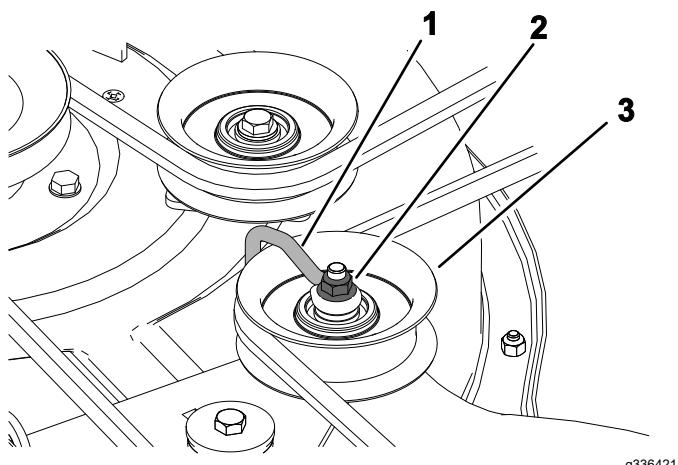

Рисунок 56
6. Ослабьте гайку крепления формованного проволочного элемента к натяжному шкиву (Рисунок 56).
- Примечание:** Приложите формованный проволочный элемент к рычагу натяжного шкива, как показано на Рисунок 56.